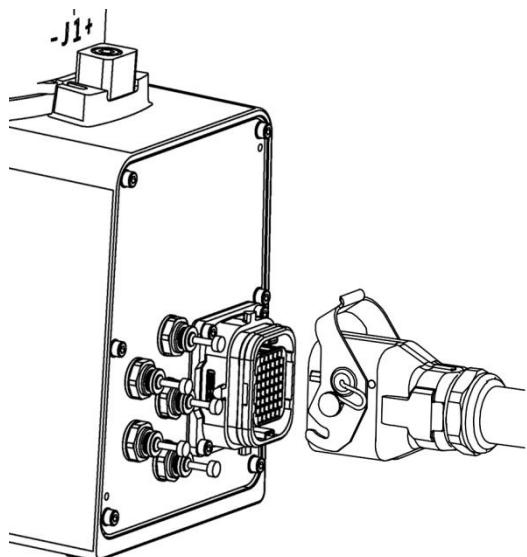

图 5-6 操作机重载线连接接口
- 步骤1.** 连接操作机，将重载线一端插头插进操作机重载线连接口（见图 5-6），并扣紧锁扣。